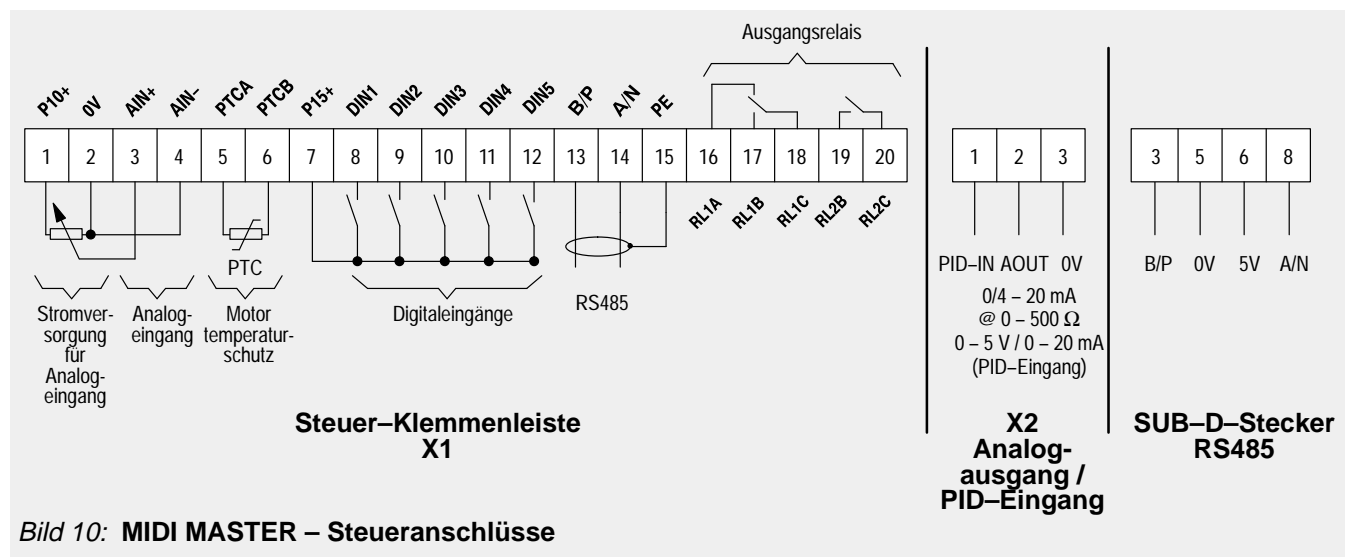

Bild 10: MIDI MASTER – Steueranschlüsse
- (1) Die Steuerklemme 7 über einen einfachen Ein-/Aus-Schalter mit Klemme 8 verbinden. Damit wird der Umrichter für Rechtslauf eingestellt (Standardbelegung).
- (2) An die Steuerklemmen ein Potentiometer von 4,7 k Ω anschließen, wie in Bild 7 (MICRO MASTER) bzw. Bild 10 (MIDI MASTER) dargestellt, oder ein Signal von 0 – 10 V zwischen Anschluß 2 und Anschluß 4 (0 V) und Anschluß 3 anlegen.
- (3) Den Schalter SW1 auf Spannungseingang (V) einstellen.